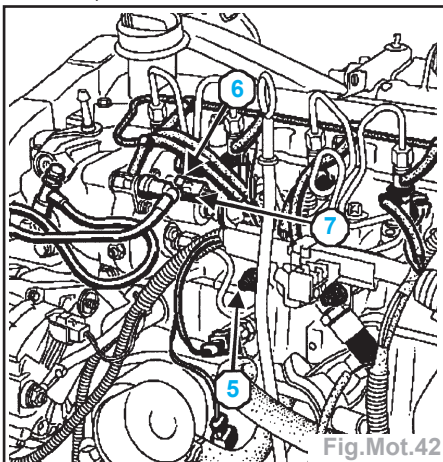

Fig.Mot.42
- l'électrovanne de recirculation des gaz d'échappement (4),
- Déposer le support de câblage et du tuyau de retour de gazole (5) (Fig. Mot.42).